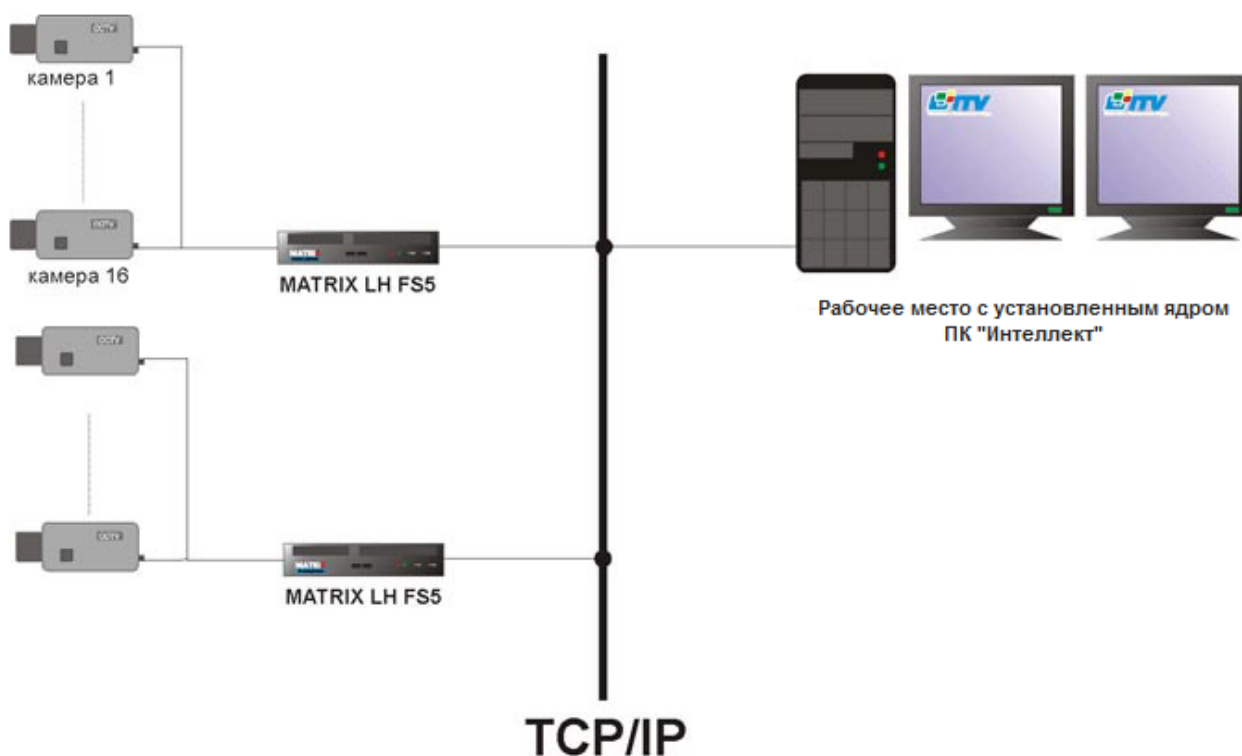

Рис. 7.1—2 Универсализированная структурная схема цифровой системы видеонаблюдения на базе аппаратно-программной платформы «Matrix»
8. Отсутствие локального отображения видеопотока (монитора, подключаемого непосредственно к LS (LH) для вывода видеоизображения, поступающего с видеокамер). Универсализированная структурная схема цифровой системы видеонаблюдения на базе аппаратно-программной платформы «Matrix» представлена на Рис. 7.1—2.